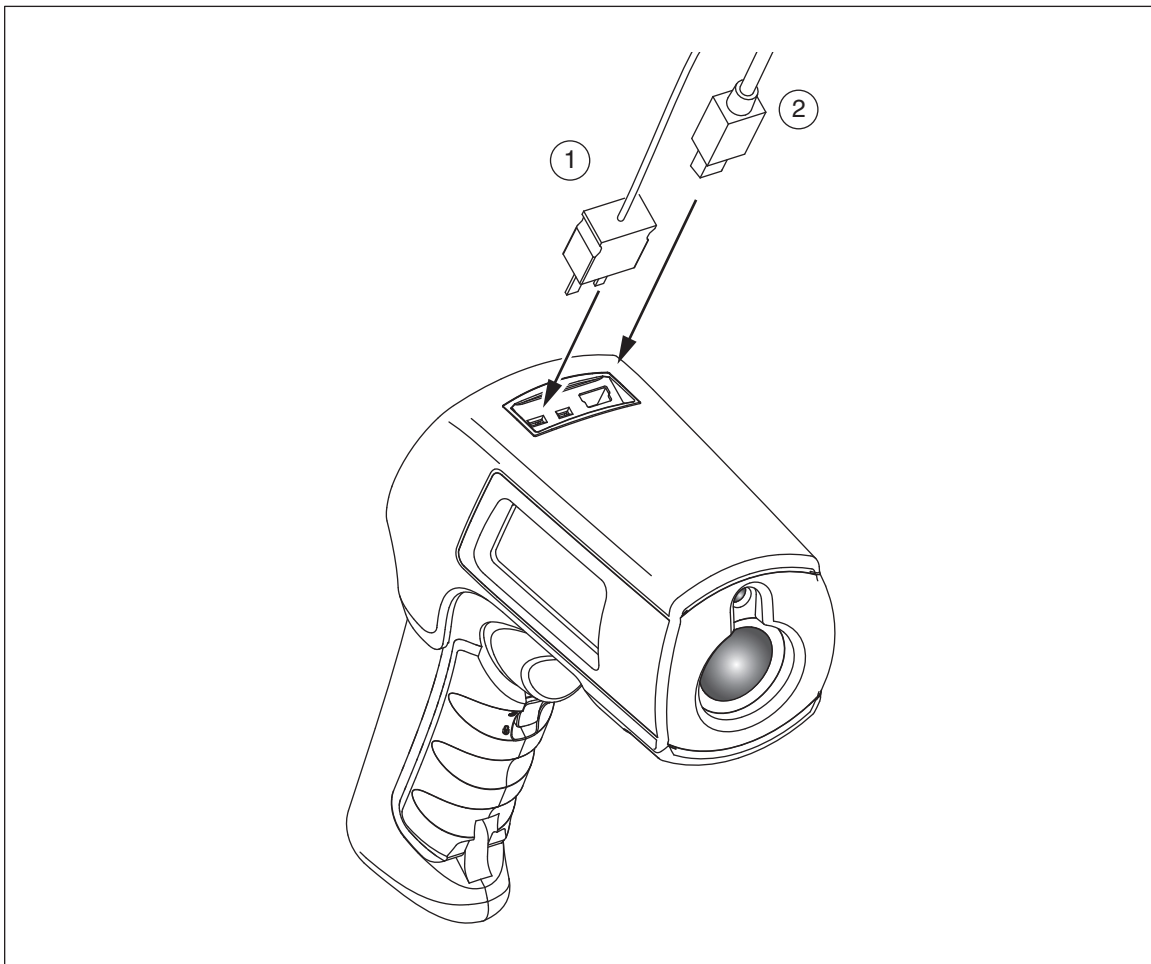

Figure 7. Connexions USB et de thermocouple
Les données stockées dans le 568 peuvent être téléchargées vers un ordinateur personnel (PC) à l'aide d'un cordon USB fourni et du logiciel de documentation FlukeView® Forms inclus. Reportez-vous à la documentation de FlukeView® Forms pour les détails. L'entrée USB (2) est située au sommet du thermomètre, près de l'entrée de sonde externe (1) (voir Figure 7).
Les thermomètres sont fournis avec une sonde thermocouple de type K à perle. Les sondes se fixent aux thermomètres via l'entrée de la sonde située au sommet du thermomètre (voir Figure 7).